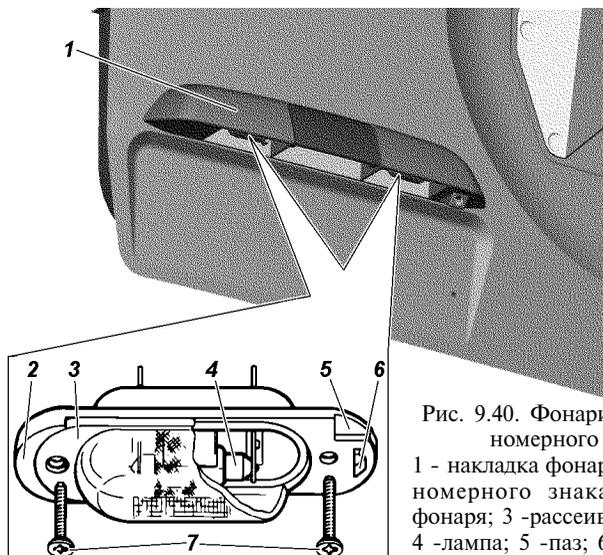

Рис. 9.40. Фонари освещения номерного знака:
**Фонари освещения номерного знака** установлены в ручке двери задка. Для замены лампы отверните винты 7 (рис. 9.40) и выньте фонарь. Вставьте отвертку в паз 5 и нажав на защелку 6, снимите рассеиватель 3.